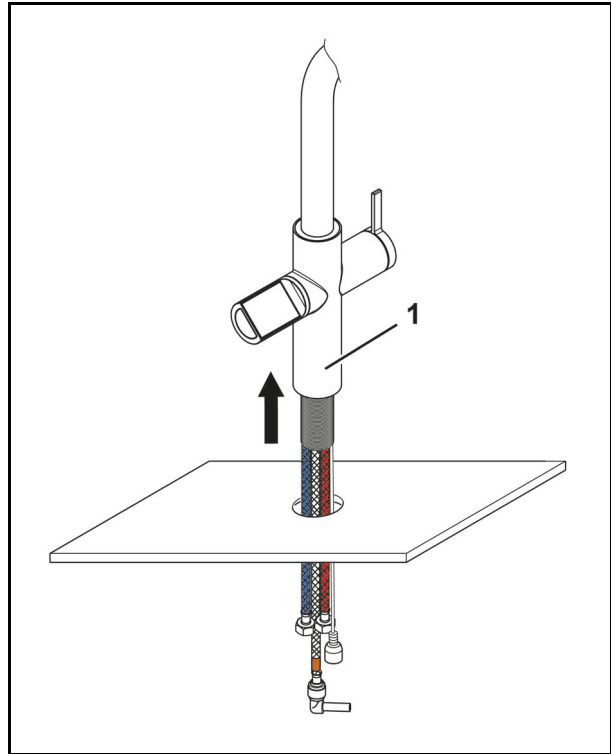

Abb. 23
5. Ziehen Sie die Armatur (Abb. 23/1) und die Leitungen durch die Öffnung nach oben aus den Unterbau.